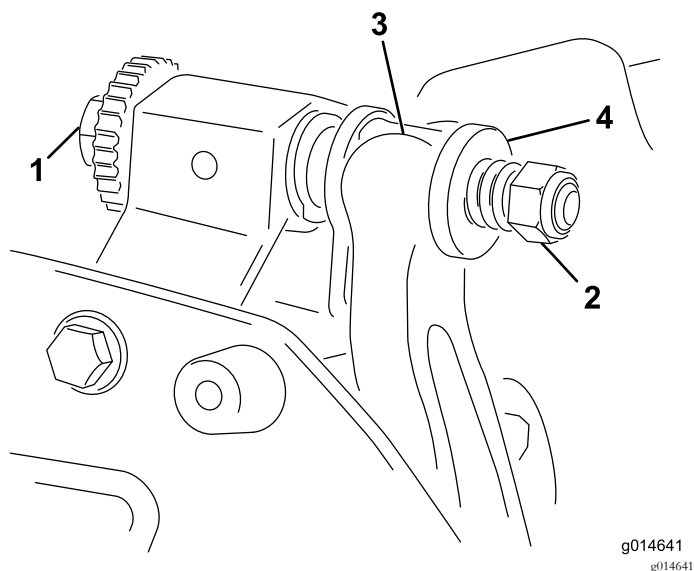

图18
1. 逆时针旋转底刀架调节螺丝将底刀后撤离开滚刀 图 18。
2. 退出弹簧加压螺母直到垫圈不再对底刀架 图18 施压。